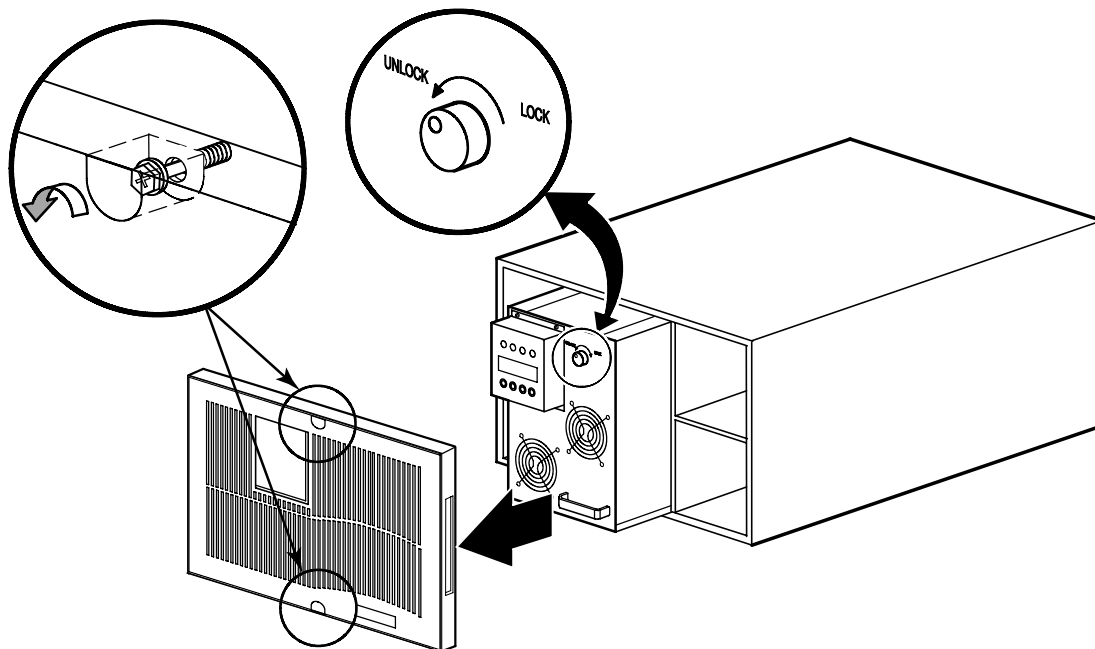

Bild 3. Ta bort UPS-enhetens frontpanel och elektronikmodul
6. Ta bort UPS:ens frontpanel och elektronikmodulen och ställ undan dem (se Bild 3):